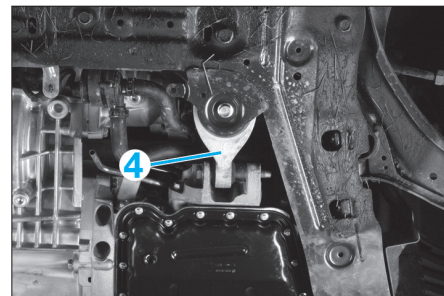

Fig. 6
- la biellette anticouple inférieure (4) (Fig.6),